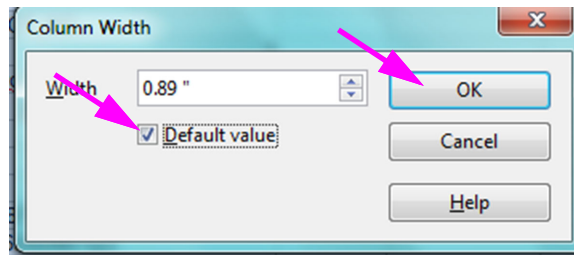

Abbildung 5-67. Dialogfeld „Column Width“ (Spaltenbreite)
- Das Dialogfeld „Column Width“ (Spaltenbreite) wird angezeigt. Siehe Abbildung 5-67.